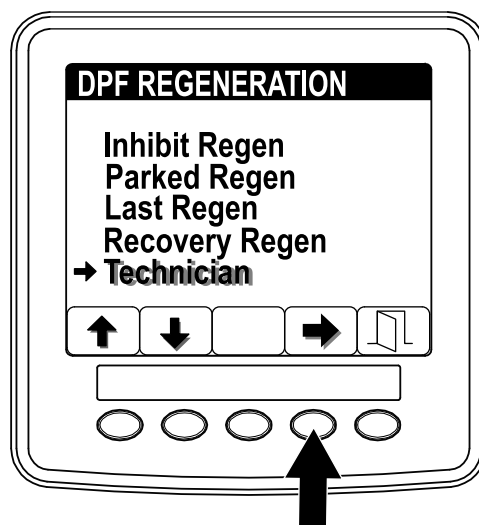

Figura 7
1. Acceda al menú DPF Regeneration (Regeneración de DPF) y pulse los botones 1 o 2 para desplazarse hacia abajo, hasta la opción TECHNICIAN (Técnico) (Figura 7).
2. Pulse el botón 4 para seleccionar la opción Technician (Técnico) (Figura 7).